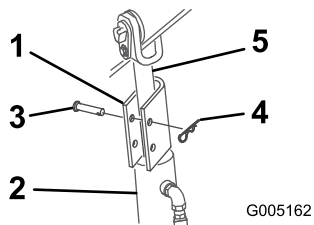

Figure 15
4. Placez un dispositif de blocage sur chaque tige de vérin (Figure 15).
5. Fixez chaque dispositif de blocage à l'aide d'un axe de chape et d'une goupille fendue (Figure 15).